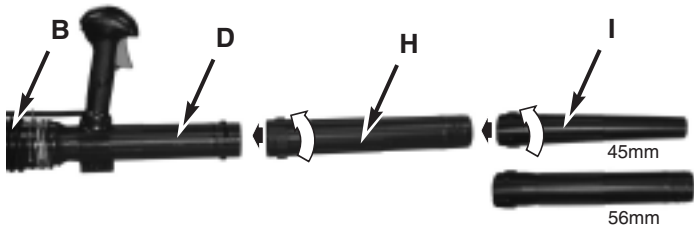

Fig. 7
Conecte el tubo intermedio (H) y el inyector de aire (I). Presione para conectar los tubos y gírelos en el sentido de las agujas del reloj para bloquearlos en su lugar. (Fig. 7)